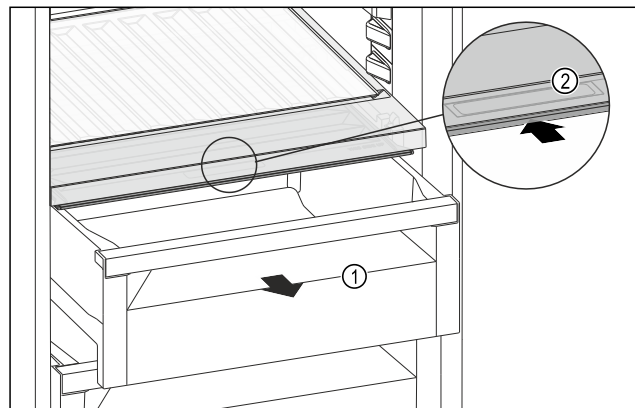

Fig. 98
- ▶ Estrarre il cassetto Fig. 98 (1).
- ▶ Afferrare la maniglia incassata Fig. 98 (2) sul coperchio dello scomparto e spingere allo stesso tempo all'indietro il coperchio dello scomparto.